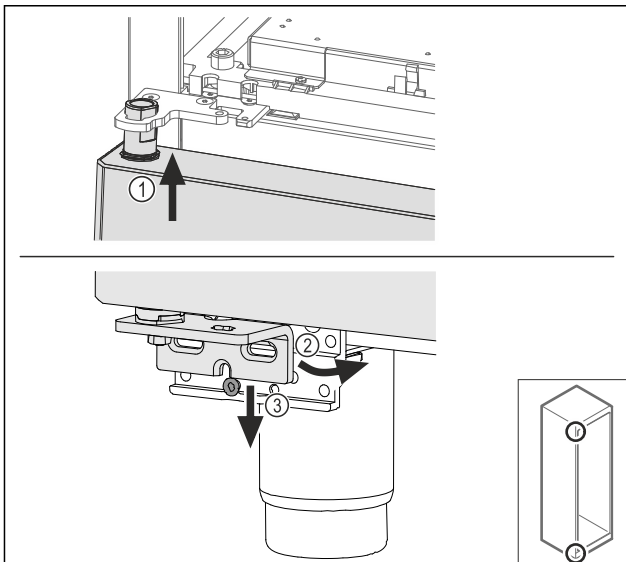

Fig. 64
- Enfiler la porte légèrement inclinée en haut Fig. 64 (1), redresser la porte Fig. 64 (2) et la poser en bas sur la vis du support de palier Fig. 64 (3).